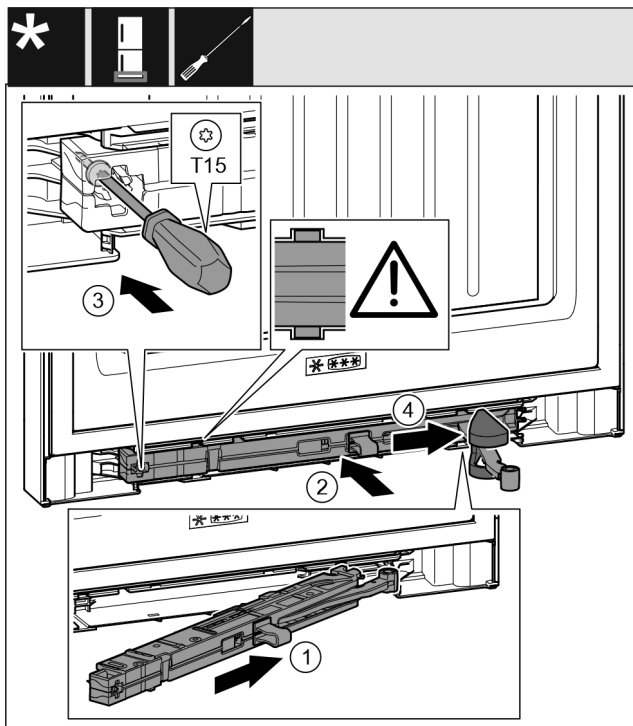

Fig. 31
- ▶ Gurnite jedinicu prigušivača zatvaranja Fig. 31 (1) na strani podloška ležaja do graničnika koso u izrez.
- ▶ Gurnite jedinicu prigušivača zatvaranja Fig. 31 (2) potpuno u izrez.
- ▶ Odvijačem pritegnite vijak Fig. 31 (3).
- ▶ Gurnite poklopac Fig. 31 (4) preko zgloba.